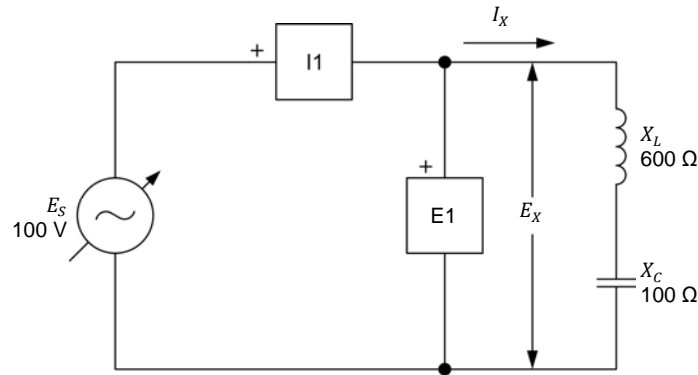

Figure 2-16. Circuit ca en série contenant une bobine et un condensateur.
8. Montez le circuit montré dans la figure 2-16.
Dans cette section, vous calculerez la réactance équivalente X_{Eq} des composants réactifs dans le circuit de la figure 2-16. Vous mesurerez la tension E_x et le courant I_x et calculerez la réactance équivalente X_{Eq} à partir de ces valeurs. En utilisant l'Oscilloscope, vous déterminerez la relation de phase entre la tension E_x et le courant I_x et si la réactance équivalente est inductive ou capacitive. Vous interchangez ensuite les valeurs de réactance inductive et capacitive dans le circuit et répétez les manipulations précédentes. Vous déterminerez la relation entre la polarité de la réactance équivalente X_{Eq} des composants réactifs et la nature de la réactance équivalente (inductive ou capacitive).